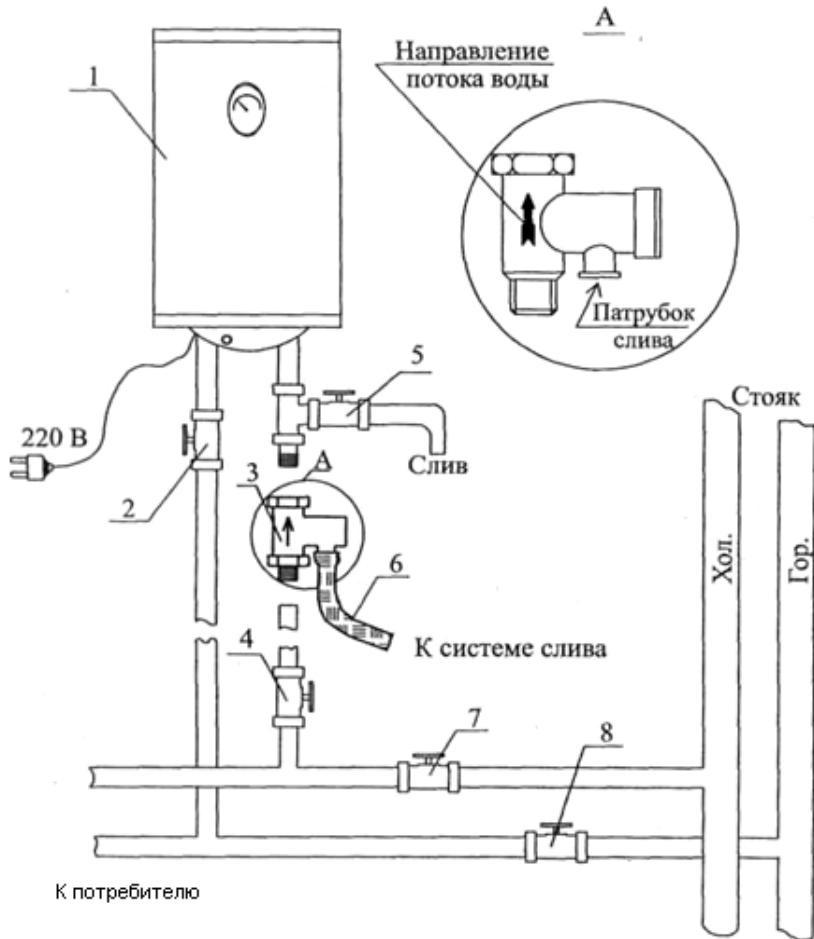

Рисунок 4 – Схема подключения к водопроводной сети
- Водонагреватель следует заполнить водопроводной водой. Подключение к водопроводной системе (рисунок 4) проводить при помощи труб (гибких шлангов) и штуцеров-переходников с резьбой трубной 1/2дюйма, предварительно перекрыв подачу воды.
***Внимание!** Если водонагреватель не будет использоваться в течение зимнего периода (например, на даче) то, во избежание замерзания воды в водонагревателе, следует слить из его ёмкости всю воду через сливной кран 5, рис.4, предварительно отключив водонагреватель от электросети.*